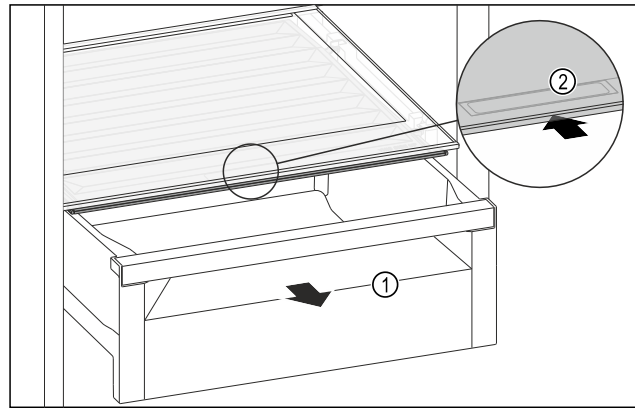

Fig. 111
- Schubfach Fig. 111 (1) herausziehen.
- Griffmulde Fig. 111 (2) am Fachdeckel anfassen und Fachdeckel gleichzeitig nach hinten schieben.